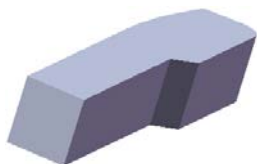
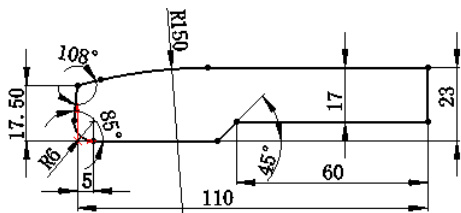

图 12.4.2 凸台—拉伸 1
图 12.4.3 横断面草图
Step2. 创建图 12.4.2 所示的零件基础特征——凸台—拉伸 1。
(1) 选择命令。选择下拉菜单 **插入(I)** → **凸台/基体(B)** → **拉伸(E)...** 命令(或单击“特征(F)”工具栏中的 按钮)。
(2) 定义特征的横断面草图。
① 定义草图基准面。选取前视基准面作为草图基准面。
② 定义横断面草图。在草图环境中绘制图 12.4.3 所示的横断面草图。
③ 选择下拉菜单 **插入(I)** → **退出草图** 命令，退出草图环境，此时系统弹出“凸台—拉伸”对话框。
(3) 定义拉伸深度属性。
① 定义深度方向。采用系统默认的深度方向。
② 定义深度类型和深度值。在“凸台—拉伸”对话框 **方向1** 区域的 下拉列表中选择 **两侧对称** 选项，在 **D1** 文本框中输入深度值 19.0。
(4) 单击 按钮，完成凸台—拉伸 1 的创作。